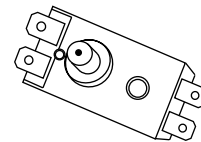

Рис. 9
6. Также воду можно слить через комбинированный предохранительный клапан (рис.9) для этого открутите винт ручки слива комбинированного предохранительного клапана и переведите ручку слива в верхнее положение, при это кран выхода горячей воды должен быть открыт, а кран подачи холодной воды в водонагреватель должен быть перекрыт).